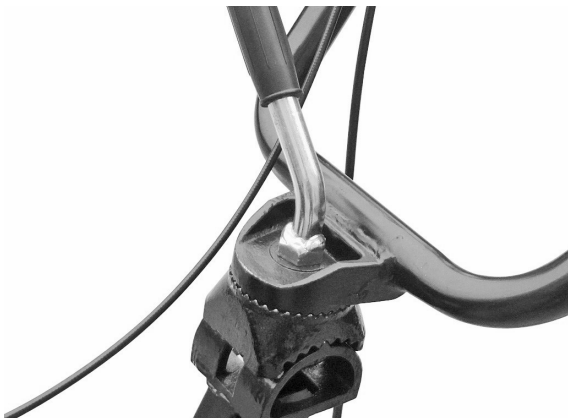

Abbildung 5
- Lösen Sie die Einstellvorrichtung des Lenkholms und wählen Sie das Loch in der entsprechenden Position. Stellen Sie die Querstange des Lenkholms auf die Höhe der Taille des Bedieners ein und drehen Sie dann die Einstellvorrichtung, um sie festzuziehen (siehe Abb. 5).